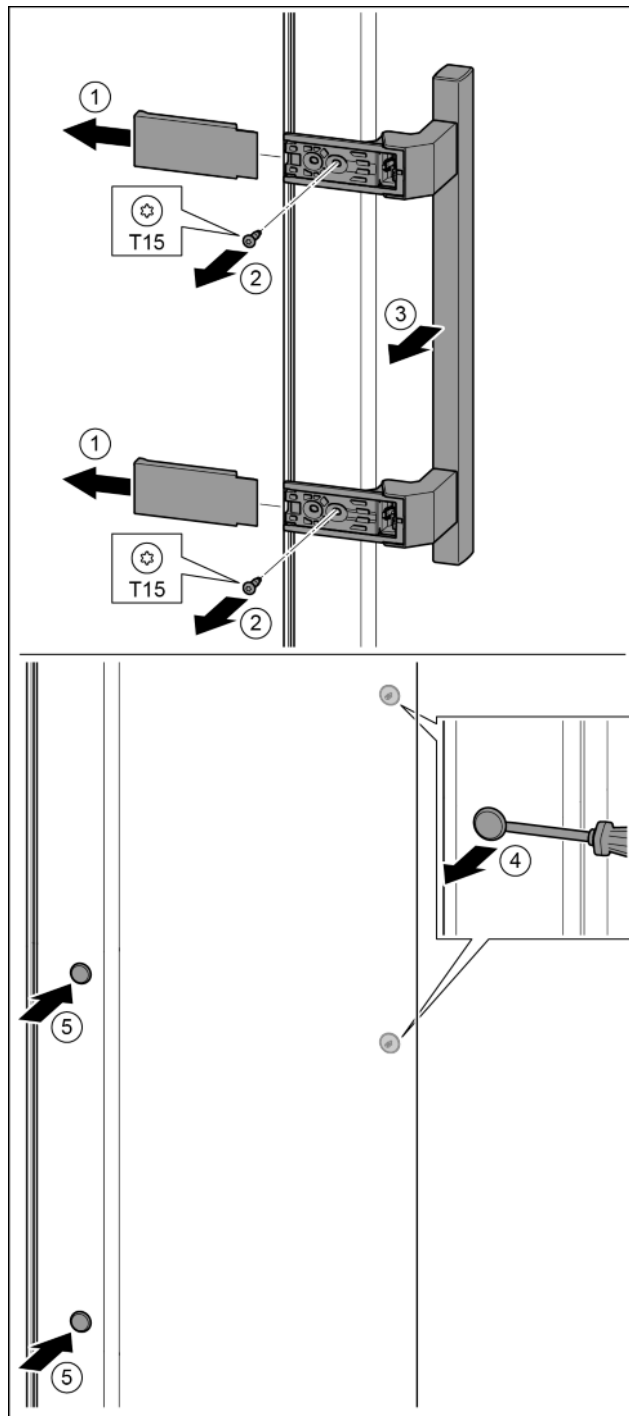

Fig. 16
- Stiahnite kryt. Fig. 16 (1)
- Skrutkovačom T15 vyskrutkujte skrutky. Fig. 16 (2)
- Odoberte držadlo. Fig. 16 (3)
- Plochým skrutkovačom opatrne nadvihnite a vyberte bočnú zátku. Fig. 16 (4)
- Zátku opäť nasadíte na druhú stranu. Fig. 16 (5)